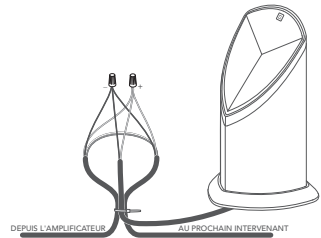

Figure 6
- Coupez les deux fils appropriés pour l'enceinte gauche ou droite (voir les tableaux ci-dessous) et dénudez 3/4 po d'isolation sur les extrémités exposées des fils d'enfouissement, puis dénudez 3/4 po d'isolation des extrémités de la queue de cochon de l'enceinte correspondante (voir Figure 6).
- Créez une boucle d'environ 250mm (10 po) et utilisez un collier de serrage pour maintenir la boucle et la queue de cochon de l'enceinte en place afin de soulager la tension, voir Figure 6.